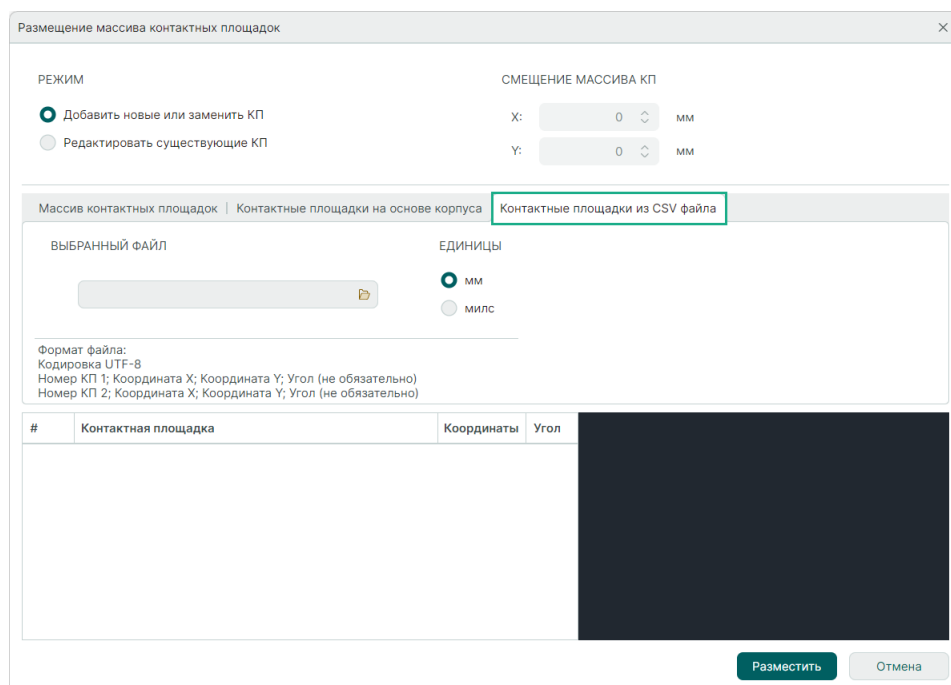

Рис. 102 Вкладка «Контактные площадки из CSV файла»
1. Перейдите на вкладку «Контактные площадки из CSV файла», см. Рис. 102.